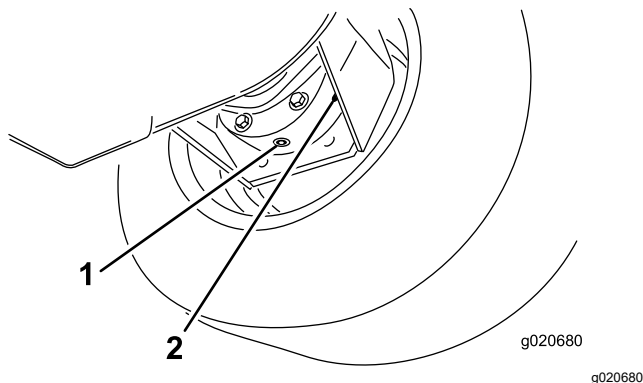

Figura 106
- Coloque o recipiente de escoamento por baixo da estrutura do travão, retire o tampão e deixe o óleo escorrer para o recipiente (Figura 106).